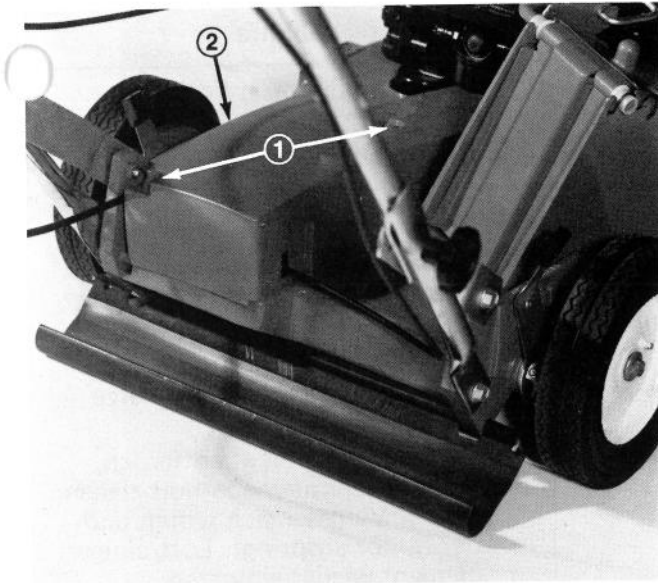

Abb. 37
3. Kopfschrauben auf dem Transmissionsdeckel lösen und Deckel entfernen (Abb. 37).
5. Geschwindigkeitskontrolle in den Neutralen Gang (N) bewegen.